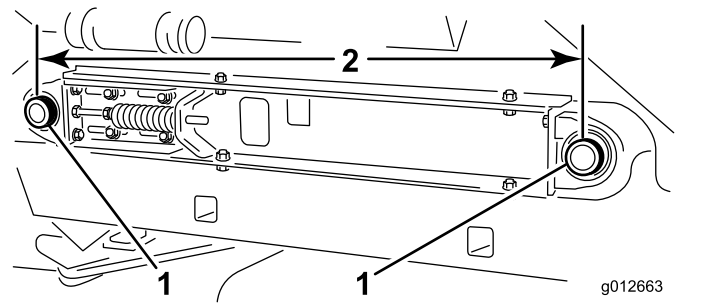

Figura 21
7. Mida la distancia entre los puntos centrales de los ejes del rodillo de la cinta a cada lado de la máquina para asegurarse de que las mediciones son iguales (Figura 21).